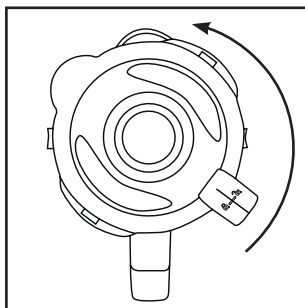
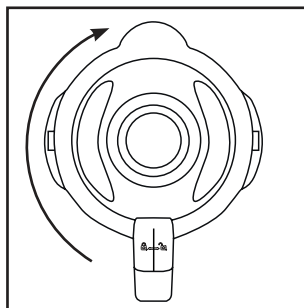

Fig. 1
Fig. 2
- 1) Tournez le bol mixeur ❸ dans le sens anti-horaire jusqu'à ce que la flèche ▼ située sous la poignée du bol mixeur se trouve sur la position ↗. Détachez le bol mixeur ❸ tout droit vers le haut du bloc moteur ❹.
- 2) Retirez le couvercle ❷ en le tournant dans le sens anti-horaire en direction de la position ↗ (voir fig. 1), jusqu'à pouvoir le retirer par le haut.
- 3) Remplissez le bol mixeur ❸.
- 4) Appuyez à nouveau fermement le couvercle ❷ sur le bol mixeur ❸ de manière décalée. Refermez le couvercle ❷ en le tournant dans le sens horaire jusqu'à ce qu'il encrante audiblement en position 🔒 (voir fig. 2). Veillez à ce que le bec verseur du bol mixeur ❸ soit fermé. Le moteur ne peut démarrer que si le couvercle ❷ est posé de manière alignée.